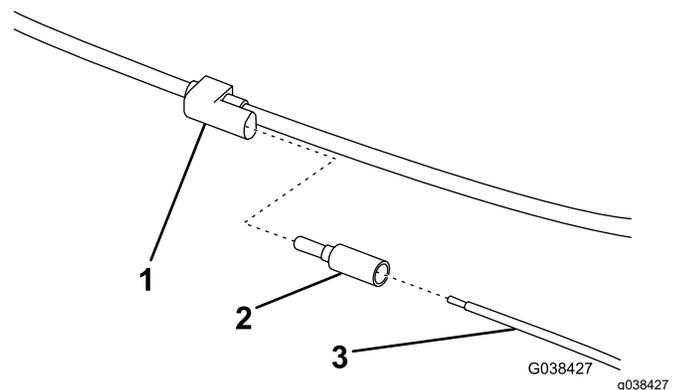

Figure 8
12. Branchez le fil noir/rouge à une source d'allumage à détrompeur de 12 V+ (Figure 8).